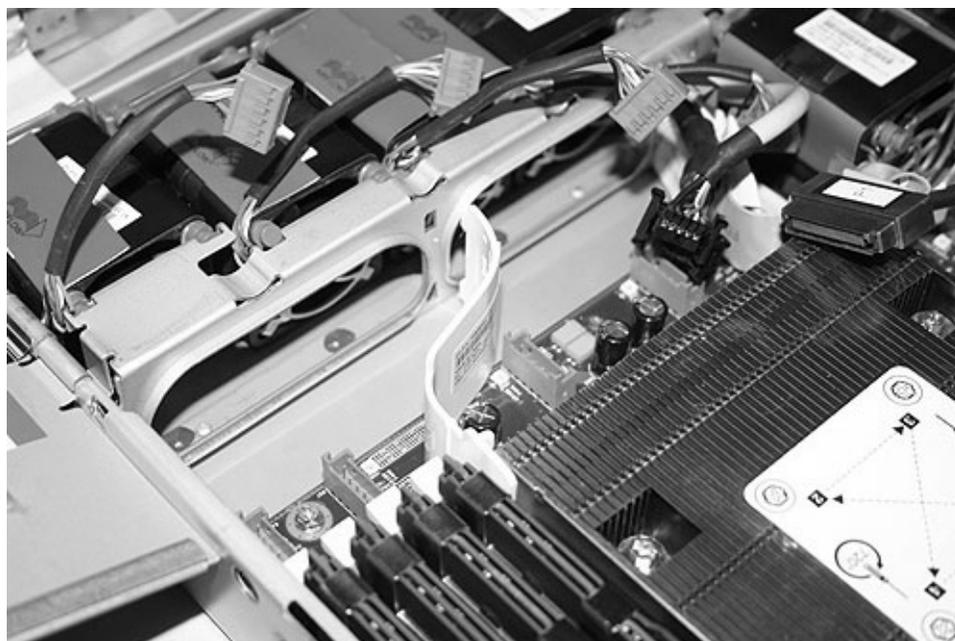

図 202. SAN ボリューム・コントローラー 2145-8G4 システム・ボード上の右側エア・バッフル
11. 右側エア・バッフルを取り外します (243 ページの図 202 を参照)。最初に、エア・バッフルを右方に引いてから、コネクタを装置の後方に押し、サポート・レールから解放します。次に、バッフルを前方に引いてから上方に引き上げて、クリップをシステム・ボードから解放します。最後にバッフルを持ち上げて外します。